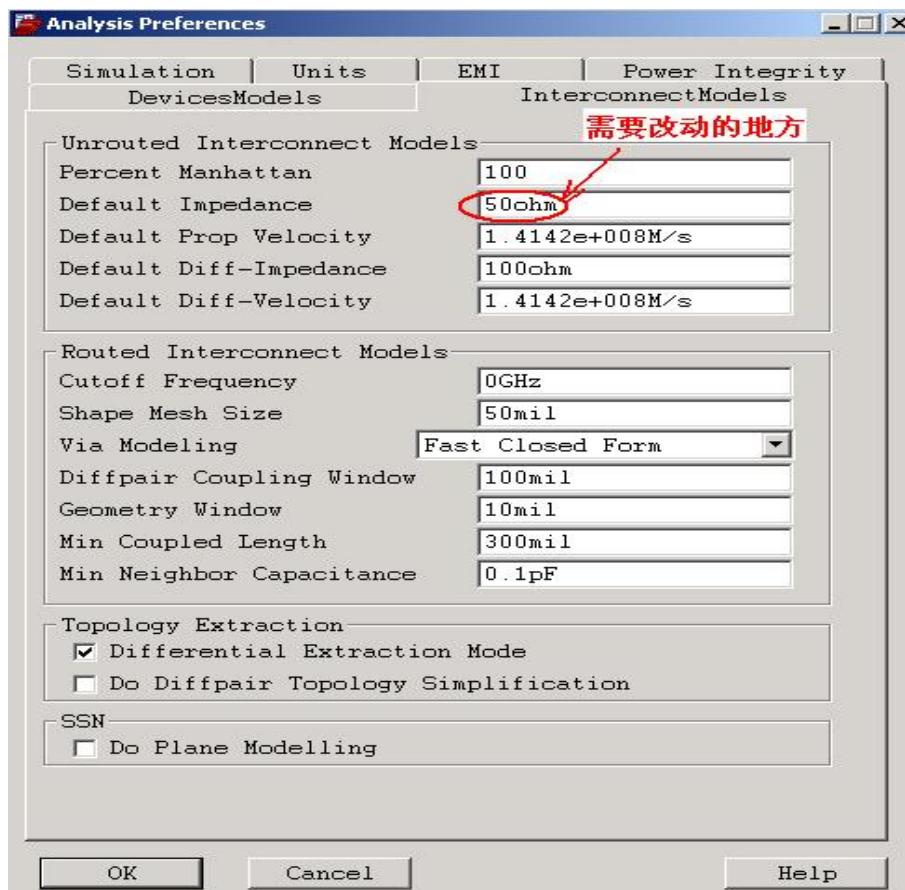

图2-28 Analysis Prefences窗口的InterconnectModels标签栏
2) 再选择**InterconnectModels**标签, 参照下图2-28设置(基本上传输的单板都控制特征阻抗50Ω, 这里将默认阻抗改成50Ω即可):
下面是图 2-28 的参数说明: